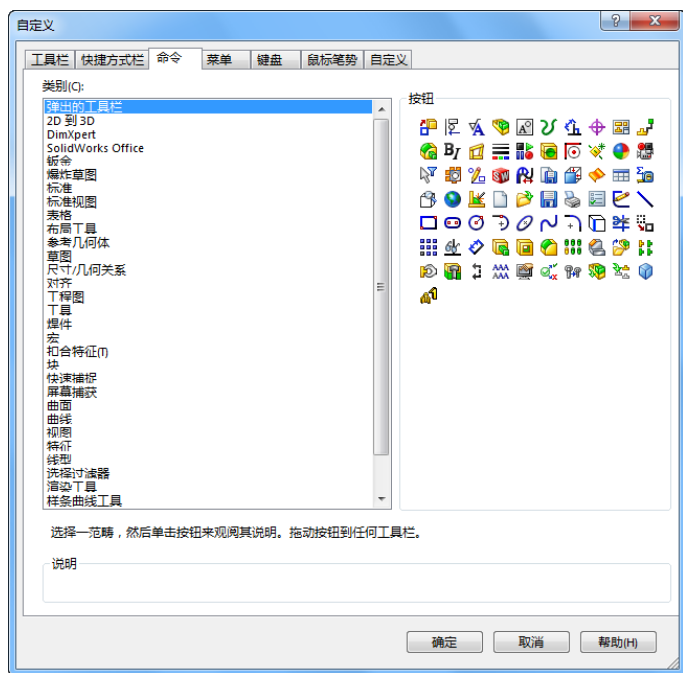

图 1-22 “自定义”对话框
2. 设置命令按钮。单击选择对话框中的“命令”标签，此时会出现如图1-22所示的“命令”标签的类别和按钮选项。